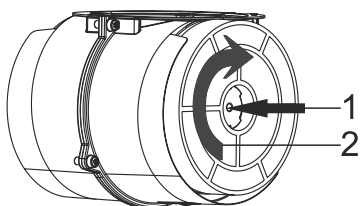

Fig. 9
- Kolfiltren ska nu vridas medurs på på motorn (Fig. 9).
Placera utsugsstosen som levereras med fläkten ovanpå fläkten som visat i Fig. 9. Vrid nu utsugsstosen medurs (Fig. 14).
Placera utsugsstosen som levereras med fläkten ovanpå fläkten som visat i Fig. 9. Vrid nu utsugsstosen medurs (fig. 16).